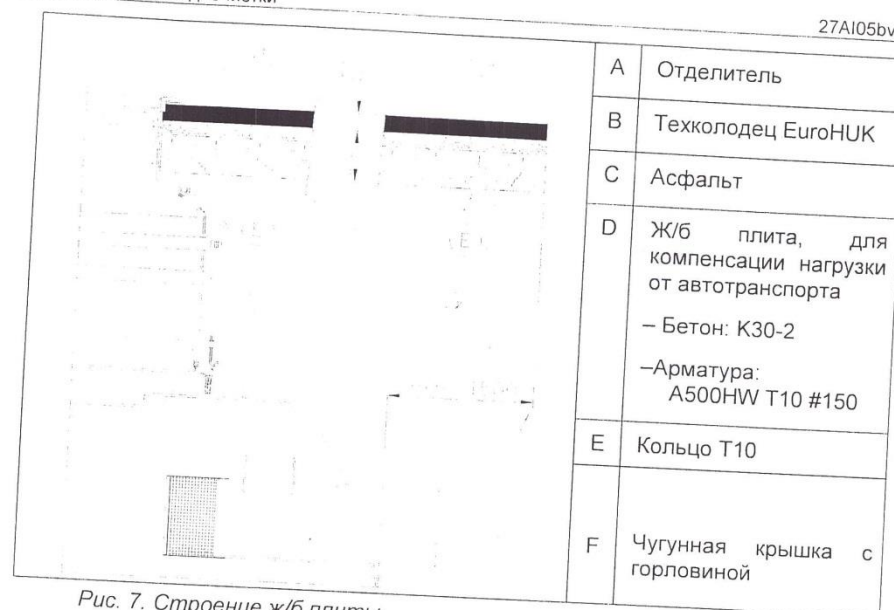

Рис. 7. Строение ж/б плиты.
12. При установке системы в местах движения тяжелого и среднего автотранспорта, для компенсации нагрузки, установите ж/б плиту и проложите асфальт (см. Рис. 7)